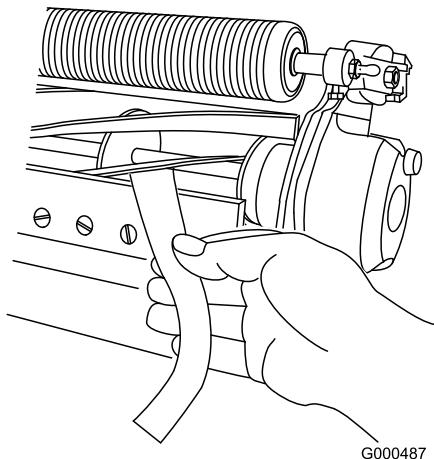

図 5
11. 切れ味確認用のペーパートロのパーツ番号 125-5610を一枚、リールと下刃との間に、下刃に対して直角になるように差し入れて、カッティングユニットの切れ味をテストする図5。ゆっくりとリールを回転させるこれで紙が切れば合格である。